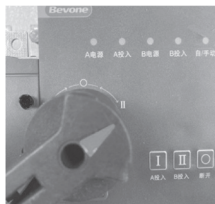

图 3 B 投入
3. 按照 O → II 箭头方向旋转至“咔”响后即为 B 电源投入，此时红色箭头指向“II”位置，如图 3。